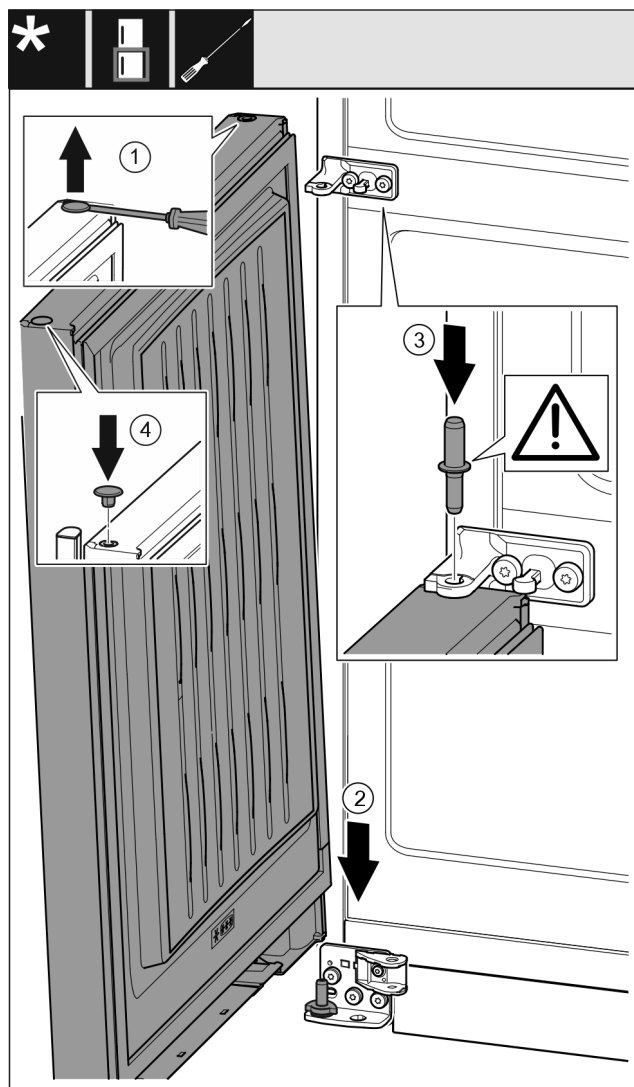

Fig. 39
- Soulever délicatement le bouchon avec un tournevis plat et le sortir. Fig. 39 (1)
- Mettre la porte par le haut sur l'axe de palier inférieur. Fig. 39 (2)
- Mettre en place l'axe de palier du milieu à travers le support de palier du milieu dans la porte inférieure. Veiller à ce que l'ergot d'enclenchement soit orienté en arrière. Fig. 39 (3)
- Remettre en place le bouchon de l'autre côté de la porte. Fig. 39 (4)